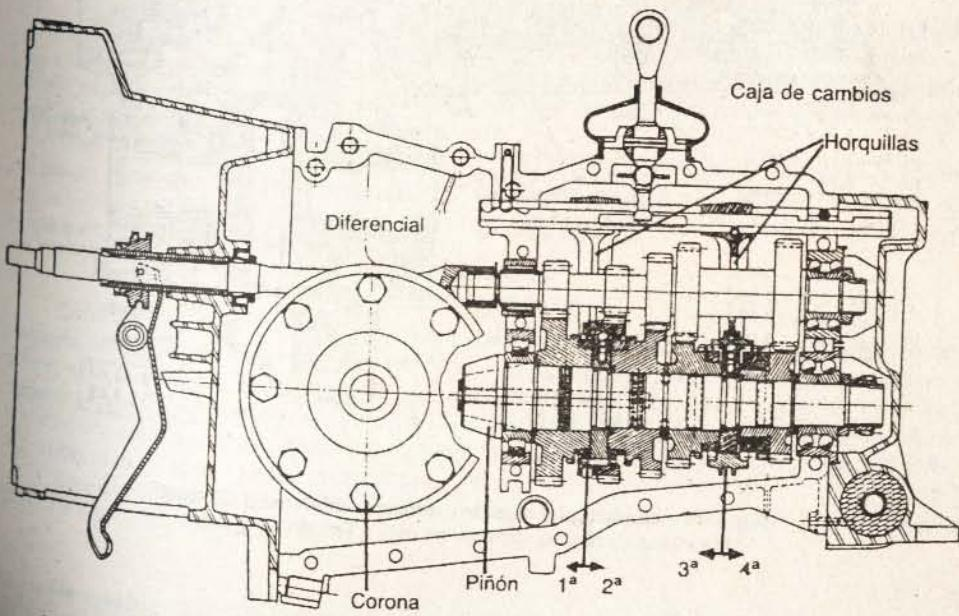

Fig. 5-15.— Diferencial-caja de cambios de GS y GSA
12. Embrague, caja de cambios y diferencial de GS y CX.— Los vehículos Citroën GS y CX-2000 y 2200 se fabrican con cajas de cambios de 4 velocidades sincronizadas hacia adelante y una hacia atrás, todas en conjunto con el embrague y el diferencial. El eje de mando (Fig. 5-15) recibe la rotación del embrague y se la transmite al eje primario de la caja, con los engranajes de 1^a, retroceso, 2^a, 3^a y 4^a velocidades, los que engranan con los conducidos del eje secundario, en forma permanente.